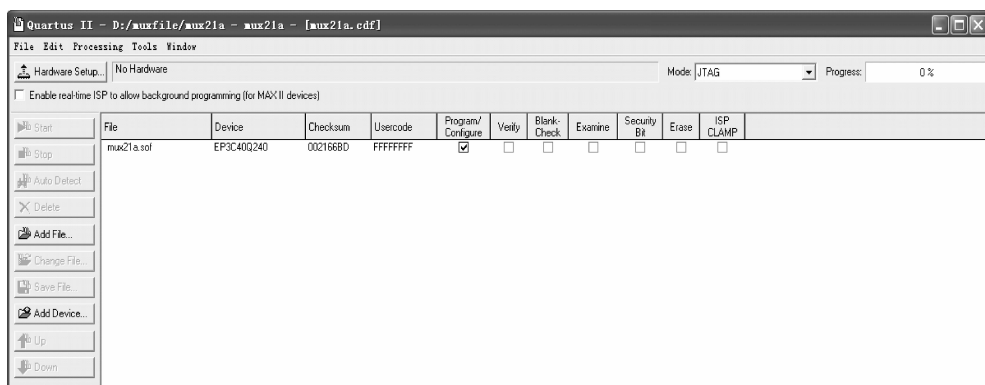
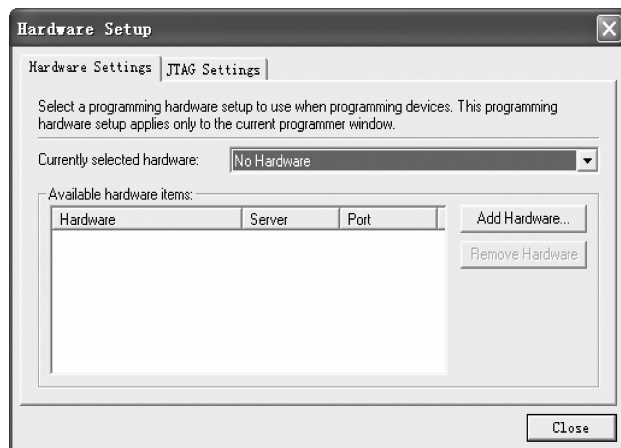
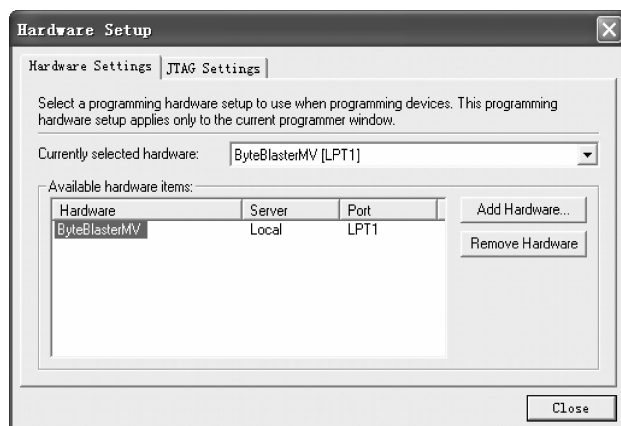
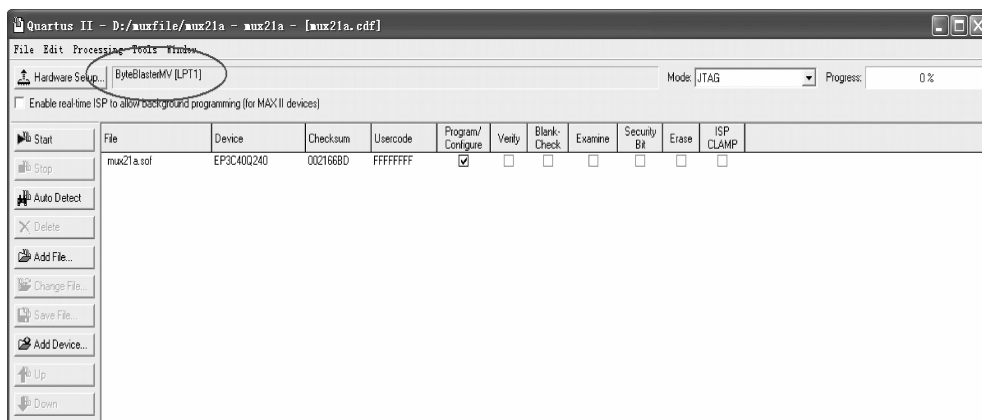

图 3-36 编程窗口
图 3-37 Hardware Setup 对话框
图 3-38 选择编程方式
图 3-39 选择编程方式后的编程器窗口
(2) 选择编程器。用数据线连接 GW48-CP++实验台与计算机,并打开实验台电源。在 Quartus II 中选择主菜单 Tool→Programmer 项,弹出如图 3-36 所示的编程窗口。如果窗口上方显示 ByteBlasterMV[LPT1],则忽略以下步骤,否则如果显示 No Hardware 或其他方式,则单击编程窗口上的 Hardware Setup 按钮,即弹出 Hardware Setup 对话框,如图 3-37 所示;选择此框的 Hardware Settings 选项卡,单击 Add Hardware 按钮,在弹出的窗口中选择 ByteBlaster,单击 OK 按钮,再双击 ByteBlasterMV 选项,使 Currently selected hardware 右侧显示 ByteBlasterMV[LPT1],如图 3-38 所示,单击 Close 按钮,关闭对话框即可。这时应该在编程窗口右上显示出编程方式“ByteBlasterMV[LPT1]”,如图 3-39 所示。
(3) 选择编程模式及配置并进行编程。为了将编译产生的下载文件配置进 FPGA 中进行测试,要将系统连接好,上电,然后在图 3-39 所示的编程窗口中,在 Mode 栏中有 3 种编程模式可以选择: JTAG、Passive Serial 和 Active Serial。为了直接对 FPGA 进行配置,在编程窗口的编程模式 Mode 中选择“JTAG”(默认),并选中下载文件右侧的第一小方框,如图 3-39 所示。注意要仔细核对下载文件路径与文件名。如果此文件没有出现或有错,单击左侧 Add File 按钮,手动选择配置文件 mux21a.sof。如果出现多个 mux21a.sof 文件,删除